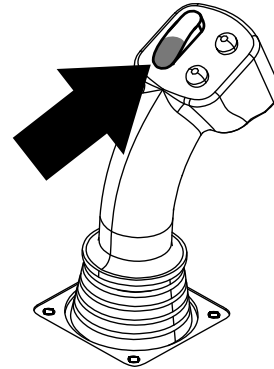
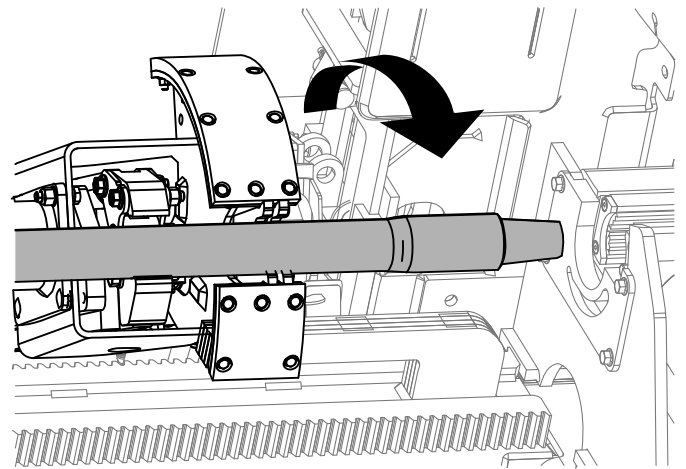

Figure 29
Figure 30
5. Maintenez le bas de l'interrupteur à bascule enfoncé (Figure 29) jusqu'à ce que la came tourne complètement en avant vers le rack et que les éleveurs lèvent la tige restante dans le porte-tiges (Figure 30).